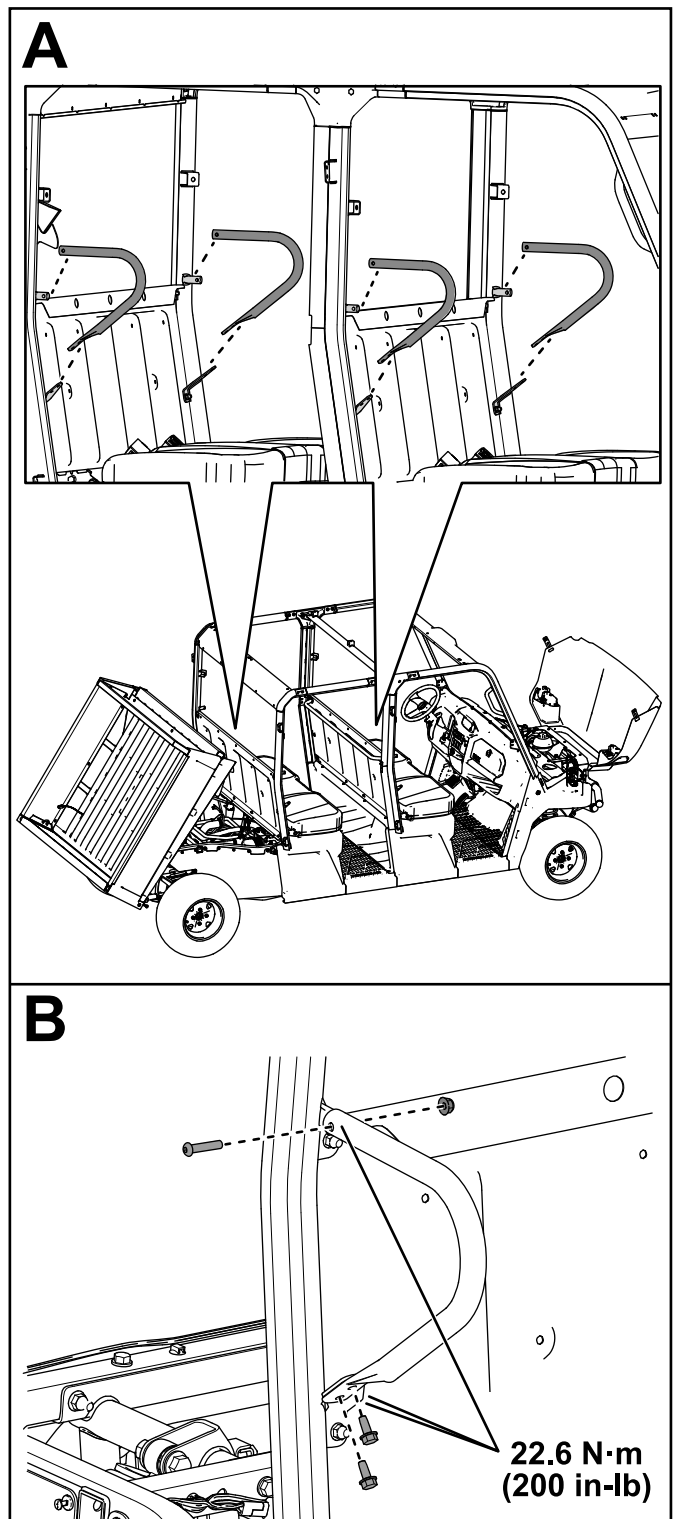

Figura 53
26. Fissate i 4 fermaspalle ai gruppi barra rotazione posteriori e ai gruppi barra rotazione mediani utilizzando 8 viti autofilettanti (5/16" x 3/4"), 4 bulloni a testa tonda (5/16 x 1 1/2") e 4 dadi di bloccaggio (5/16") come illustrato nella Figura 53.
Serrate i dadi di bloccaggio (5/16") a 22,6 N·m come illustrato nella Figura 53.